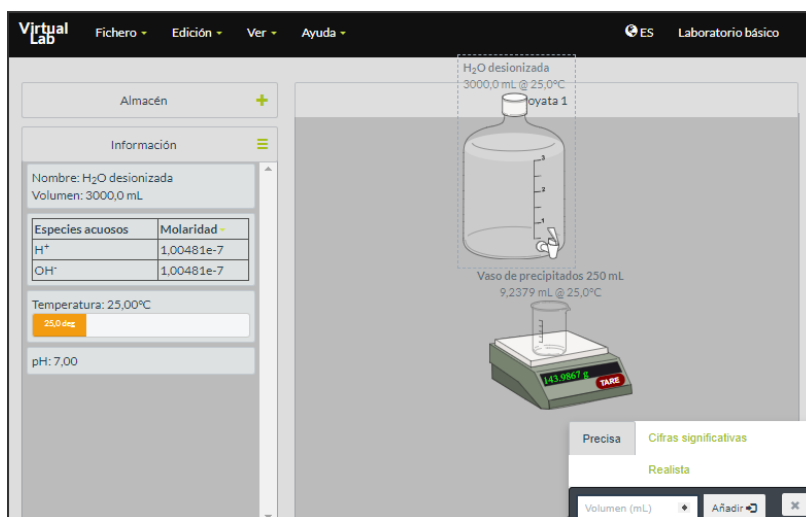

Figura 4. Simulador *Making stock solutions from solids*.
- Lleve el agua desionizada del **Almacén** a la **Poyata**, colóquela sobre el vaso de precipitados y añada 200 [ml] (figura 4).